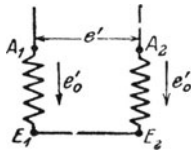

Fig. 98.
245.  $A_1E_1$  und  $A_2E_2$  sind Sitze zweier EMK, deren Vektoren einen Winkel von  $120^\circ$  miteinander einschließen. Die gemessene Größe jeder EMK ist  $e_0' = 100$  [220] (220) V. Welche Spannung  $e'$  mißt man zwischen  $A_1$  und  $A_2$ , wenn  $E_1$  mit  $E_2$  verbunden wird (Fig. 98.)
Lösung: Wie aus den in Fig. 98 eingezeichneten Pfeilen hervorgeht, subtrahieren sich die beiden EMK, also ist die zwischen  $A_1$  und  $A_2$  gemessene Spannung die Differenz der beiden Spannungen